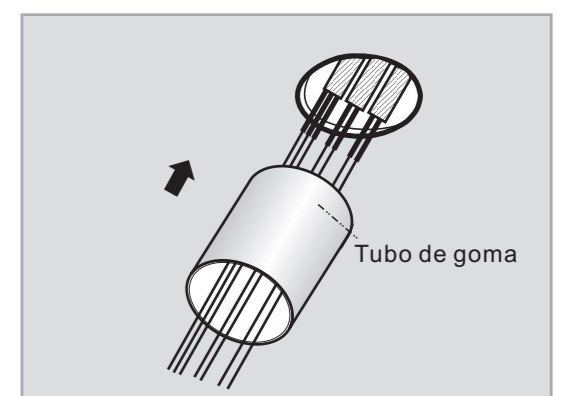
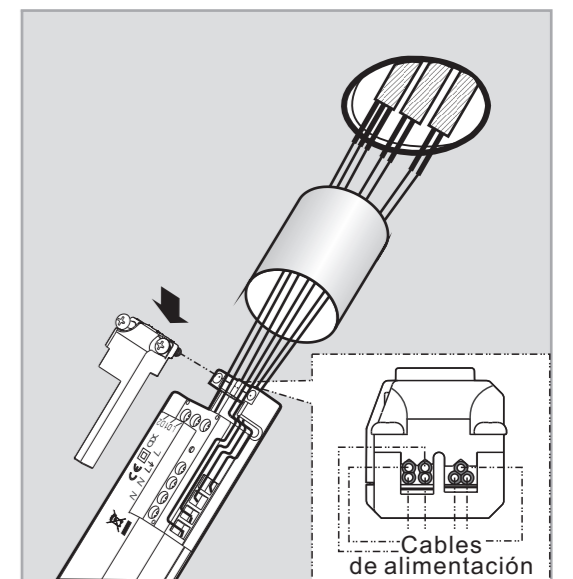

FIG.12
FIG.13
3.6.1.3 Pasar los cables a través del tubo de goma y referirse el diagrama eléctrico para conectarlos, luego cubrir con la cubierta de cables y atornillarla firmemente (Ver FIG.12 y FIG.13).